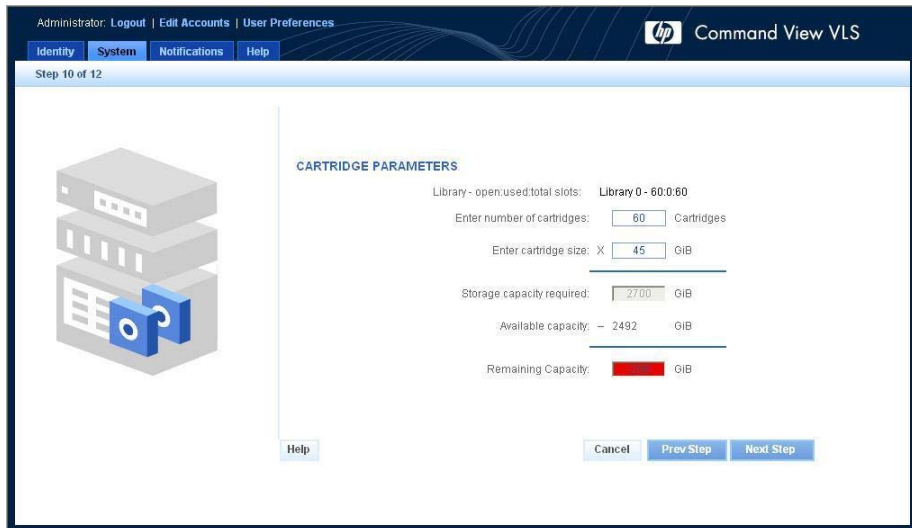

Abbildung 37 Fenster Create Virtual Library Wizard (10-12)
8. Geben Sie die Anzahl an Kassetten und deren Größe in die entsprechenden Felder ein (Abbildung 37).